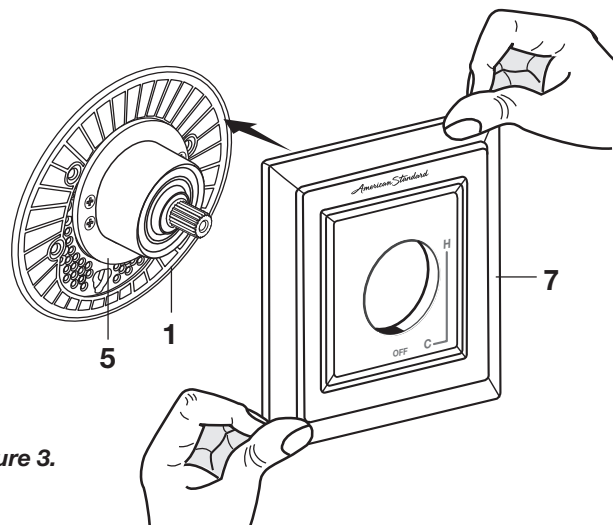

Figure 3.
- **Figure 3.** Installez L'ÉCUSSON (7) sur le CAPUCHON (1) et poussez jusqu'à ce qu'il soit de niveau avec le mur fini. L'ÉCUSSON (7) s'enclenche sur le PORTE-ÉCUSSON (5).